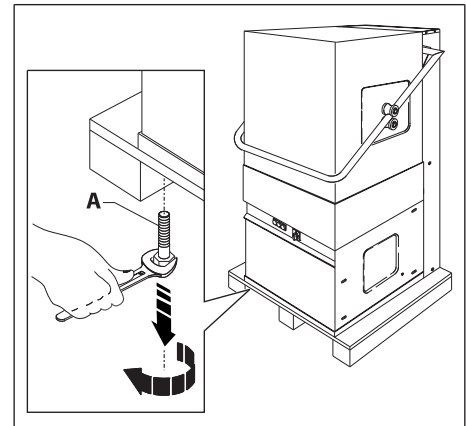

Abb. 3
2. Die beiden „A“ Schrauben abnehmen, wo den Geschirrspüler an der Transportpalette befestigt ist (Abb. 3)